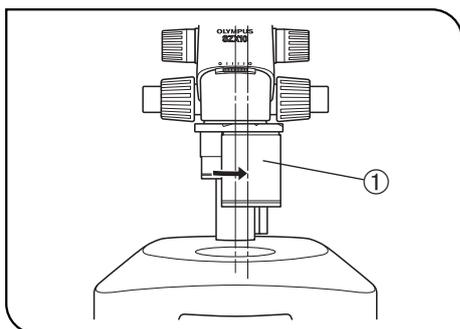

Fig. 30
1. Rode a objectiva pretendida ① para a direita (15°) até à posição de encaixe para o caminho óptico fotográfico. (Fig. 30)